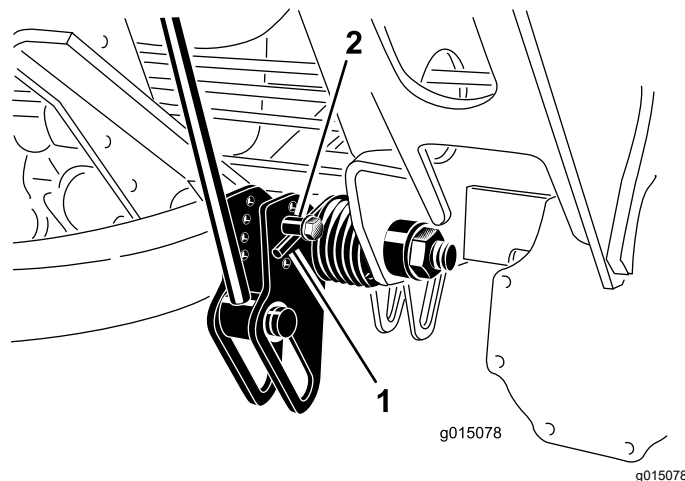

図 60
2. 調整作業の最中に、スプリングのテンションが掛からないようにするため、スプリングの長い方の端にパイプなどを通してスプリングの力を殺しておく 図 60。
3. スプリングのテンションをなくしたら、スプリングアクチュエータを固定しているボルトとロックナットを外す 図 60。